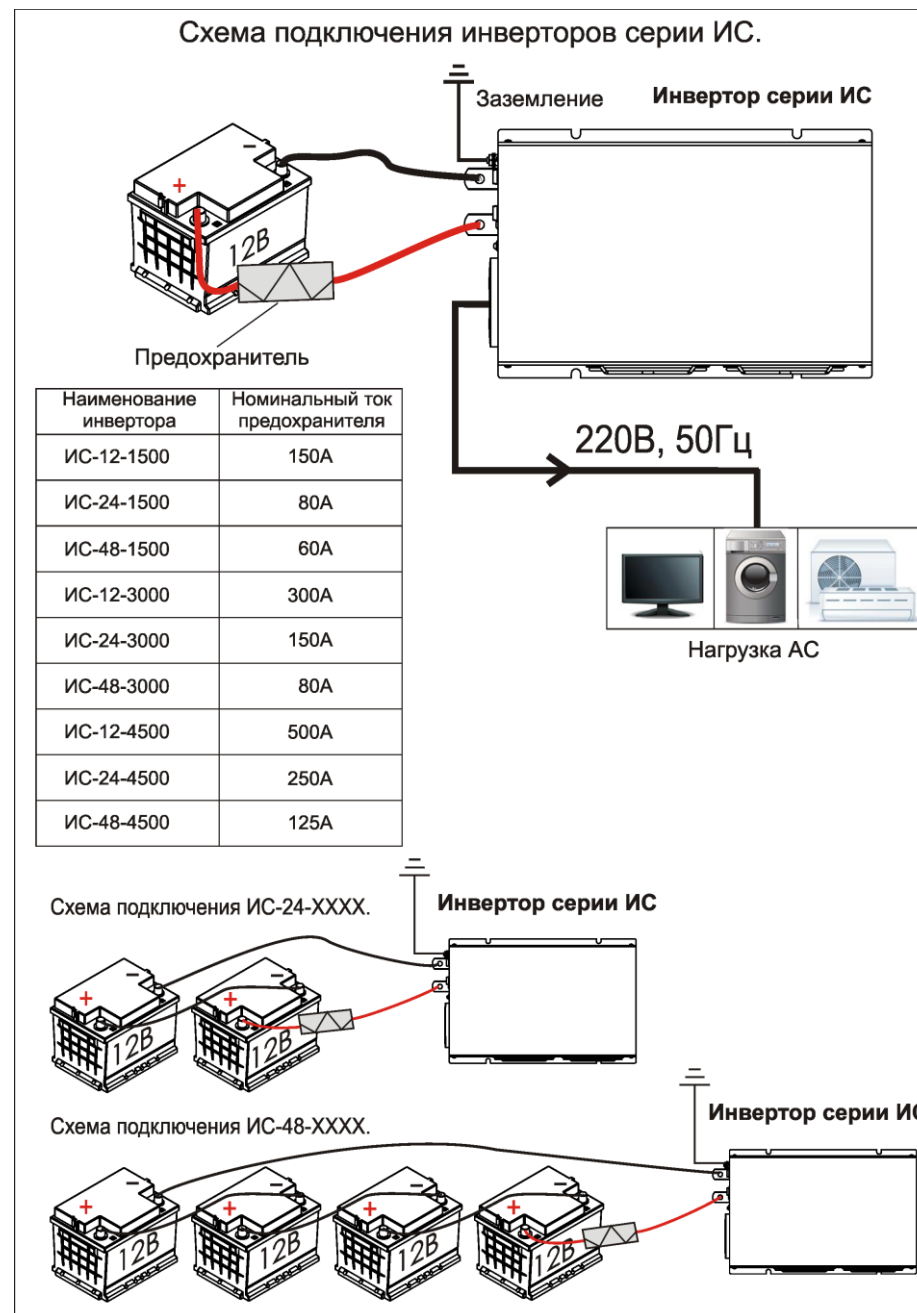

Рис.2.
- 6.3 Подключение инвертора производится в следующем порядке согласно Рис.2:
- подсоедините инвертор к аккумулятору с помощью штатных питающих кабелей через проходной предохранитель, расположенный непосредственно на плюсовой клемме аккумулятора (номинал предохранителя указан на Рис.2). Зажимы «крокодил» применять только для недолговременных подключений к аккумулятору, для стационарного подключения зажимы «крокодил» необходимо снять с питающих кабелей;